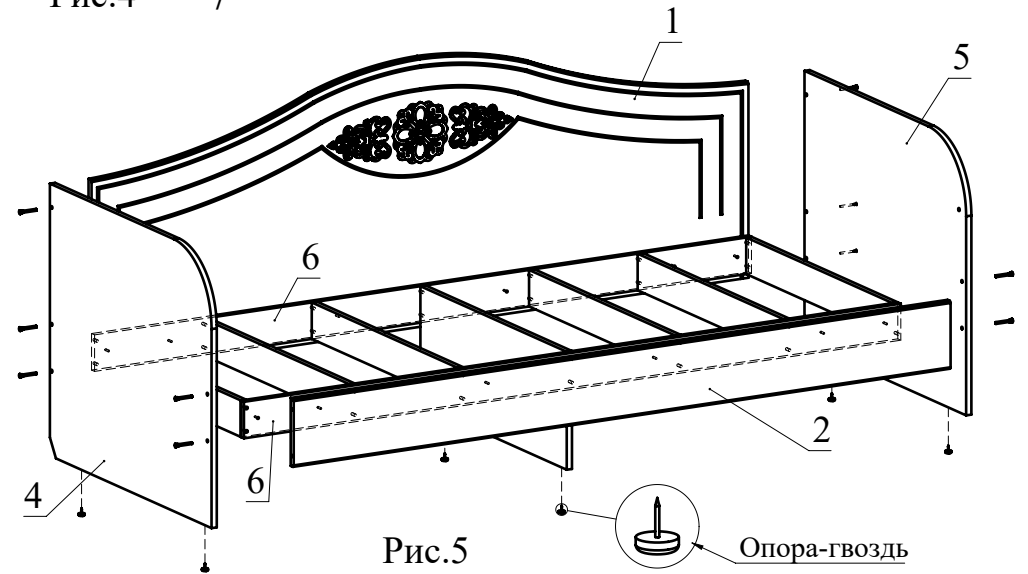

Рис.5
6. Соберите сборку согласно схеме (Рис. 5). Для стягивания деталей используйте конфирматы.
7. Соедините детали 6 с деталями 1 и 2 при помощи шурупов 4х30 (Рис.5).